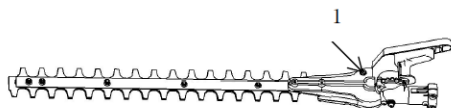

Fig 13
- Adicione 5 a 8 gramas de massa lubrificante de lítio no orifício do óleo (Fig. 13).